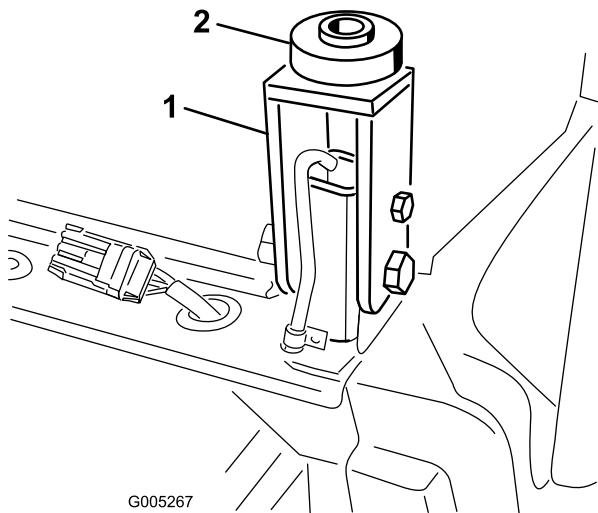

Figure 23
10. Insérez un support en caoutchouc sur chaque support de la cabine, aux points de montage arrière (Figure 23).